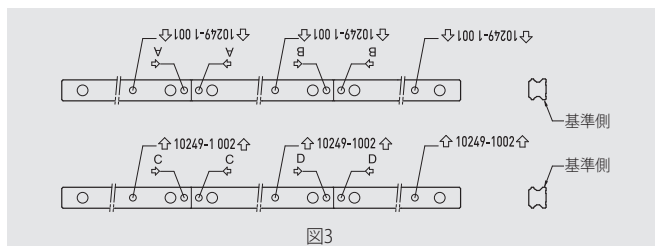
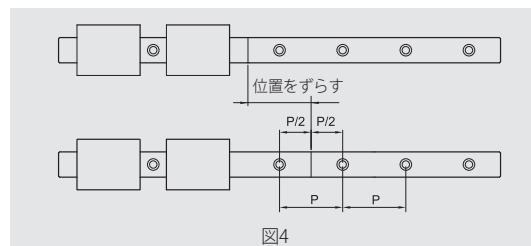

図3
図4
4. レール接続の場合：リニアガイドウェイの精度を確保のために、接続の場合はレール上で表示した順番で取付けてください。接続記号は端面の上にマークしていますので、同じ記号のレールを接続してください(図3参照)。2本ペアの場合、左右2本のレールの接続位置できるだけずらしてください。接続部位の差による精度変化を防ぐためです(図4参照)。